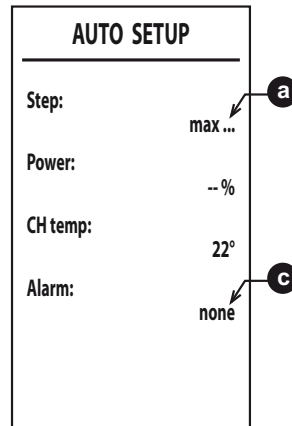

fig. 39
6. Después del encendido, el quemador se pone en modo calefacción a las distintas potencias (máx., med., mín.) indicadas por el punto **a** (fig. 39). Si la eliminación del calor de la instalación no es suficiente para hacer terminar el procedimiento, se puede activar una demanda de ACS **solo después de que se haya encendido el quemador**.
8. Si la secuencia de encendido descrita en el punto "6" no termina correctamente, se visualiza el mensaje **max_err** en el punto **a** y un código de error en el punto **c** (fig. 39).